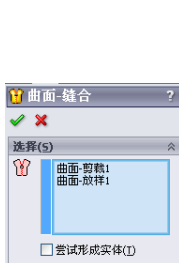

图 7-131 “曲面-缝合”属性管理器
⑫ 缝合曲面。选择菜单栏中的“插入”→“曲面”→“缝合曲面”命令，或者单击“曲面”工具栏中的“缝合曲面”图标按钮，此时系统弹出如图 7-131 所示的“曲面-